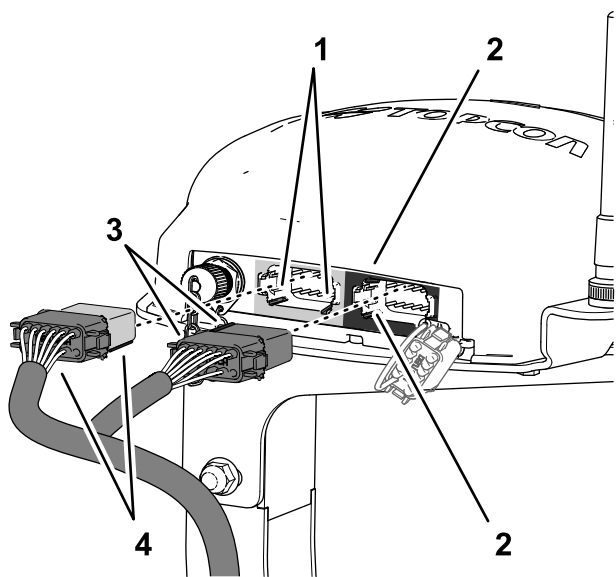

图 197
3. 将数据线束的灰色和黑色 12 插槽接头较长一侧上的 2 个定位键与导航接收器左侧灰色 12 针接头的左侧、垂直外壁上的 2 个键槽对齐图 197。
- 将数据线束的灰色和黑色 12 插槽接头接入导航接收器的左侧灰色 12 针接头直至接头锁牢固卡在一起图 197。
- 将数据线束的黑色 12 插槽接头较短一侧上的 2 个定位键与导航接收器右侧黑色 12 针接头的左侧、垂直外壁上的 2 个键槽对齐图 197。
- 仅将数据线束的黑色 12 插槽接头接入导航接收器的左侧黑色 12 针接头直至接头锁牢固卡在一起图 197。